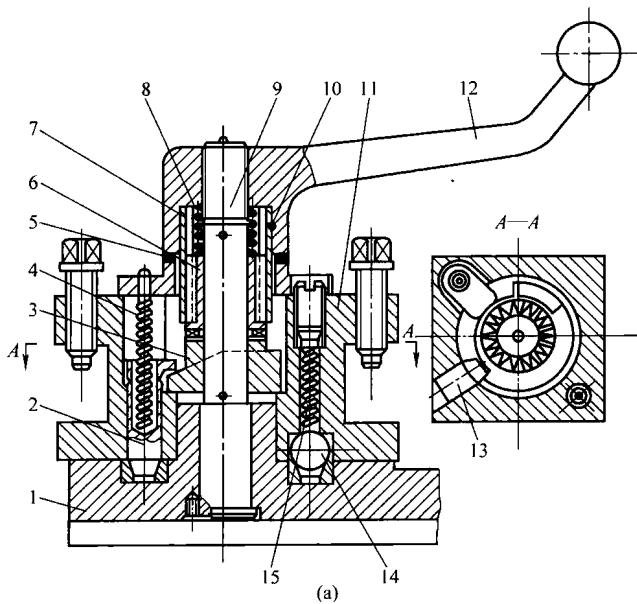

图 2.12 方刀架
(4) 方刀架的使用、结构及工作原理(如图 2.12)。
(5) 尾座的使用方法。
(6) 中心架及跟刀架的安装、使用。